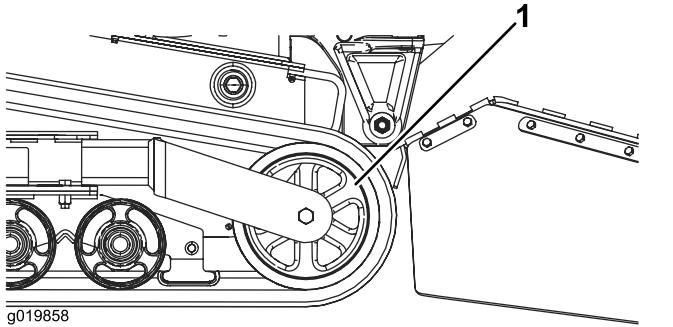

Figura 48
- Spingete indietro la ruota di tensionamento quanto più possibile (Figura 48).
- Dopo avere liberato il cingolo dalla ruota di tensionamento, toglietelo dalla macchina (Figura 48).